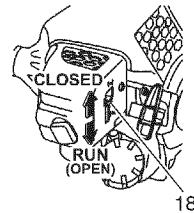

Fig. 13
2. Lleve la palanca del estérter (18) a la posición CLOSED (cerrado). (Fig. 13)